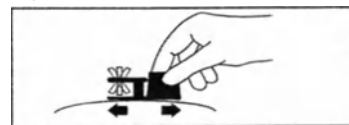

FIGURE 7
- En suivant la direction de la flèche située sur le dispositif, déplacer lentement la base du MAGNA-FINDER™ d'avant en arrière sur la surface des tissus, comme sur la Figure 7. L'aimant du MAGNA-FINDER™ indiquera l'emplacement du site d'injection sur un axe.